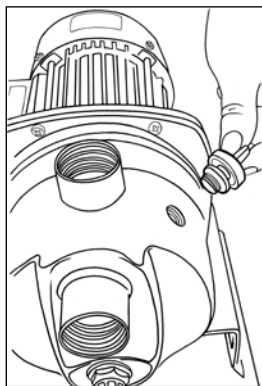

Рис.4 Заливное отверстие
3. Заполнить насос и всасывающую магистраль водой через заливное отверстие, отвинтив для этого, а затем завинтив пробку, находящуюся в верхней части насоса (рис.4). В отсутствии заливной пробки, заполнение водой входной магистрали происходит через